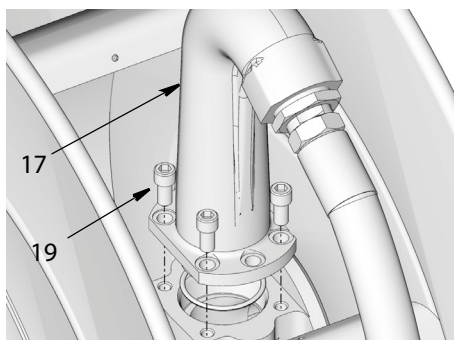

Рис. 34
2. Извлеките болты (19) и выпускной патрубок (17) из барабана (Рис. 34).